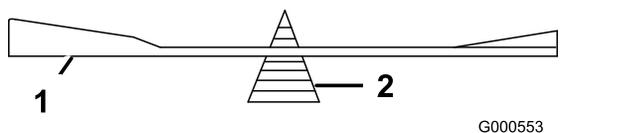

Figura 77
2. Controllate l'equilibrio della lama posizionandola su un bilanciatore (Figura 77).